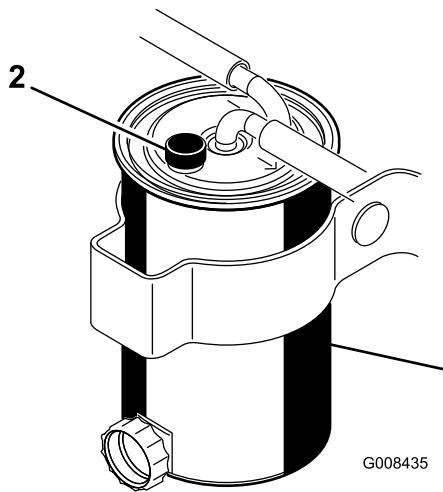

図 35
2. キャニスターの上部についているブリーザ・バルブをゆるめて水や異物を流し出す (図 35)。